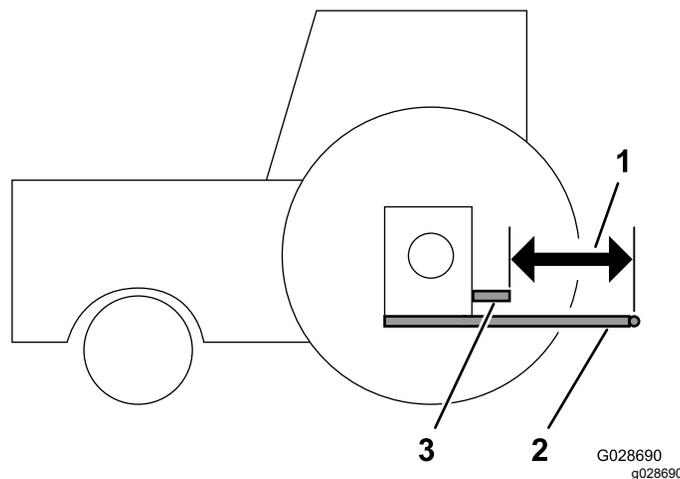

Рисунок 9
1. Поместите поверочную линейку на концы продольных рычагов, чтобы определить расстояние между ними и торцом выходного вала механизма отбора мощности (Рисунок 9).
и точкой крепления нижних продольных рычагов (Рисунок 9). Запишите измеренное значение здесь: